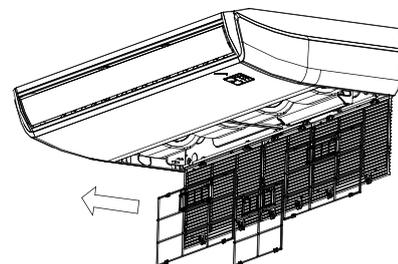

fig.6-3
- Directamente saque el filtro de aire como se indica en la fig.6-3.
- Vuelva a instalar el filtro de aire de forma inversa a la fig.6-3.